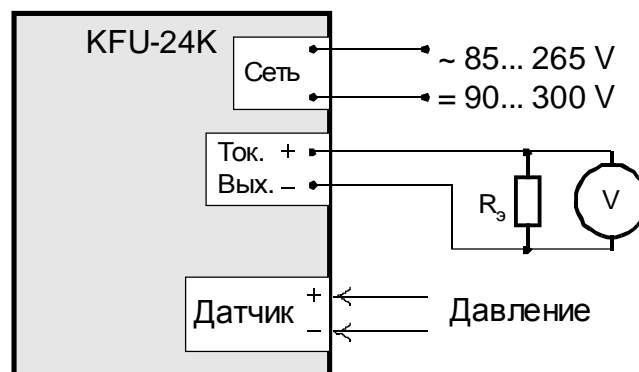

рис. 5
1.5. Подключить прибор по схеме указанной на рис. 5